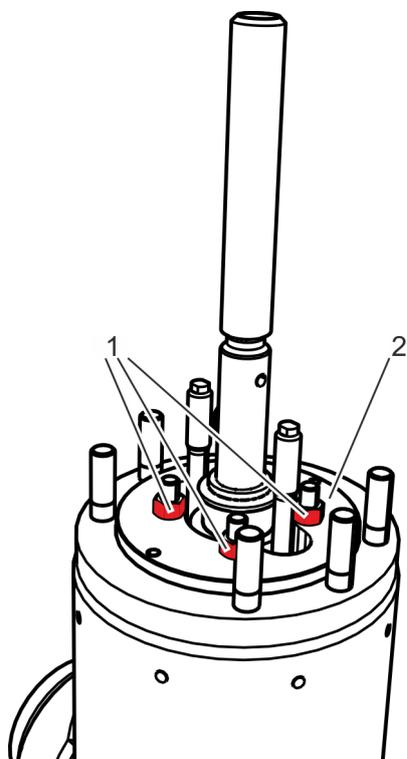

Fig. 27: Desserrage des écrous du couvercle de serrage
2. ➔ Pour la version avec couvercle de serrage (Fig. 27/2) : desserrer et retirer les écrous (Fig. 27/1).